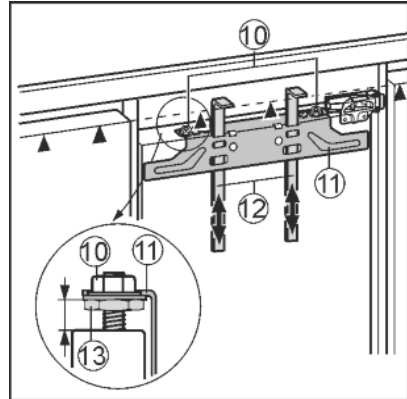

Fig. 13
- ▶ Montagehulpstukken Fig. 13 (12) op kastdeurhoogte omhoog schuiven. Onderste aanslagkant ▲ van het montagehulpstuk = onderkant van de aan te brengen kastdeur.
- ▶ Bevestigingsdwarsstrip Fig. 13 (11) via de contramoeren Fig. 13 (10) losschroeven.